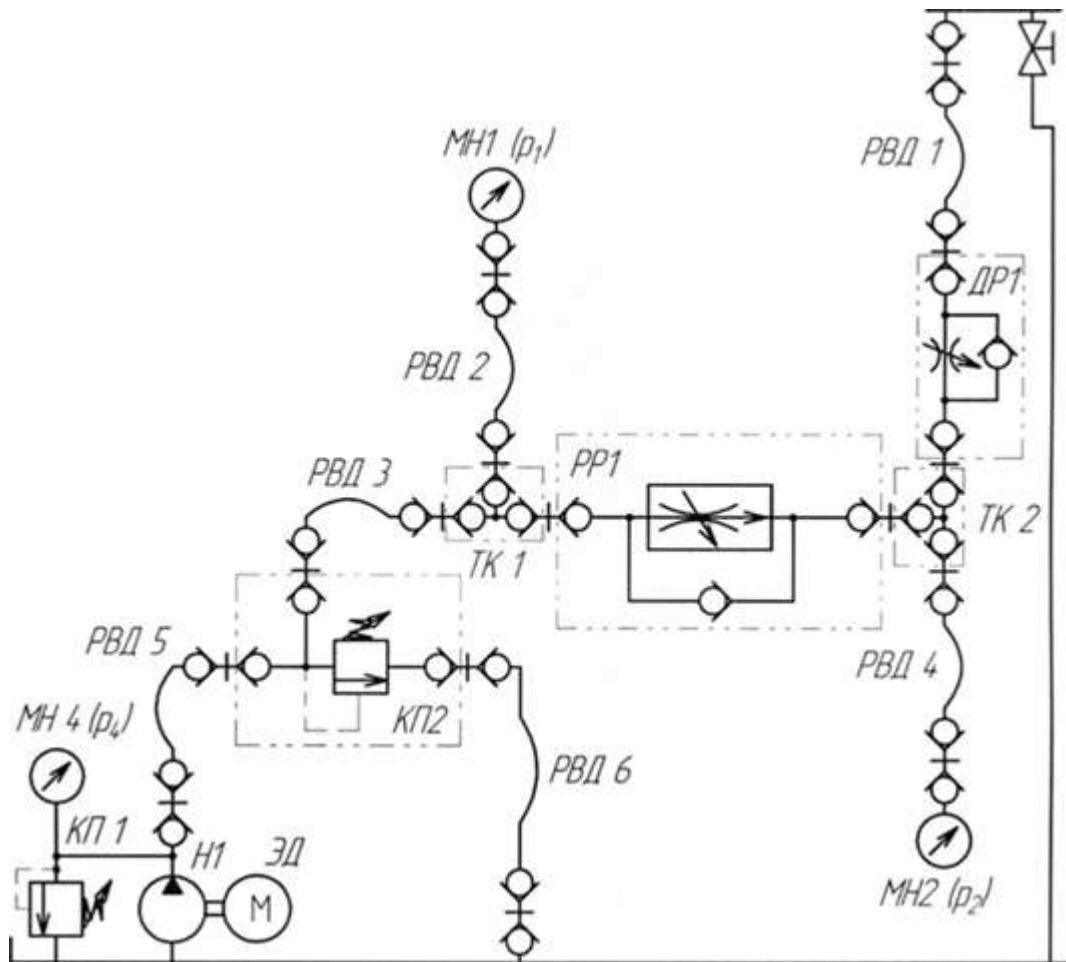

Рисунок 10 – гидравлическая схема
1. Выполнить чертеж схемы рис.10 и проставить буквенно-цифровое обозначение.
2. Составить схему потоков для рис. 10
4. Подобрать дроссель и регулятор расхода для рис. 10.